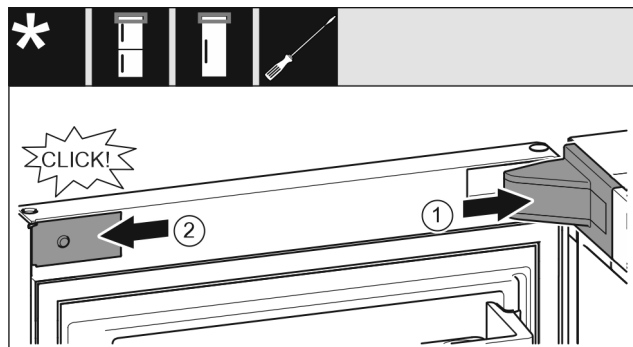

Fig. 20
- ▶ Nasadte a zaklapněte kryt stojanu ložiska, příp. opatrně odtlačte od sebe. Fig. 20 (1)
- ▶ Z boku nasadte záslepku a zaklapněte. Fig. 20 (2)